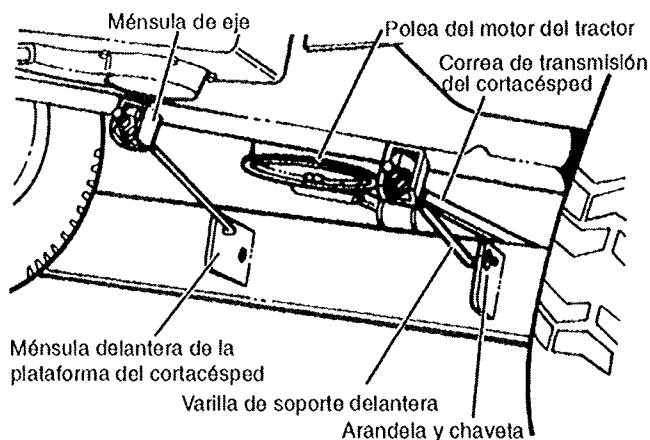

FIGURA 10
- Saque los montajes de las varillas de soporte delanteras de la bolsa de partes, e introdúzcalos a través de los orificios en las ménsulas de la parte inferior del eje delantero (vea la Figura 10).